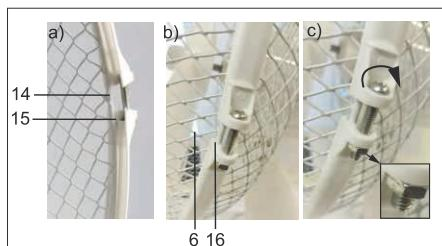

Fig. 77: Montering af det forreste beskyttelsesgitter
9. Tag nu fat i fastgørelsесbåndets (7) ender.
10. Sæt krydkærvskruen med linseformet hoved (8 a) gennem de to øjer (15), og fastgør den med skruemøtrikken (8 b). *Krydkærvskruen skal kun være skruet minimalt ind og skal flugte med skruemøtrikken.*
11. Træk den dermed dannede ring på kanten af det bagerste beskyttelsesgitter (14).
Beskyttelsesgitterets kant skal ligge i fastgørelsесbåndets bagerste rille (15). Fig. 77 a).
12. Sæt det forreste beskyttelsesgitter (6) i fastgørelsесbåndets forreste rille (16), fig. 77 b).
13. Stram krydkærvskruen yderligere i urets retning med en krydkærvs- skruetrækker. Fig. 77 c).